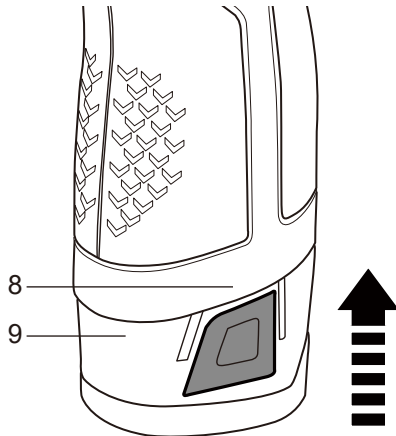

Fig. 5
- > Inserte el bloque de baterías (9) en la parte inferior de la empuñadura (8). Deberá oír un clic al encajar (Fig. 5).